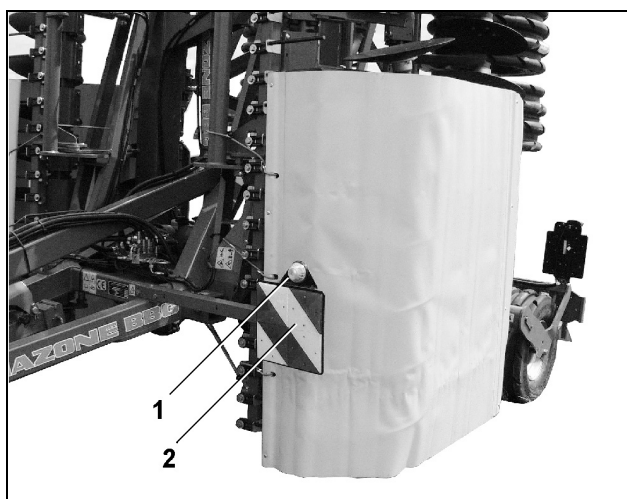

Fig. 20
- två framåtriktade positionsljus (Fig. 20/1)
- två bakåtriktade varningsskyltar (Fig. 20/2)
- gula sidoreflexer (Fig. 20/3)